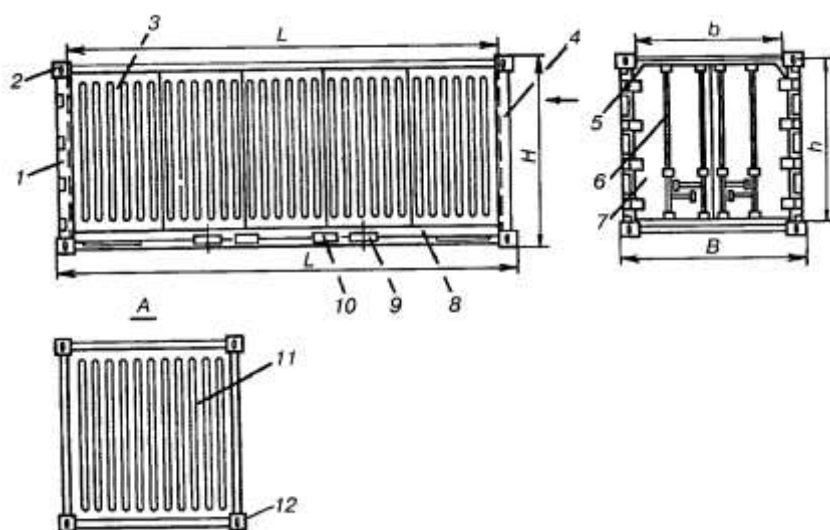

Рисунок 1. Конструкция крупнотоннажного контейнера
6) По внешним признакам определите элемент конструкции крупнотоннажного контейнера под №2 (рисунок 1)?